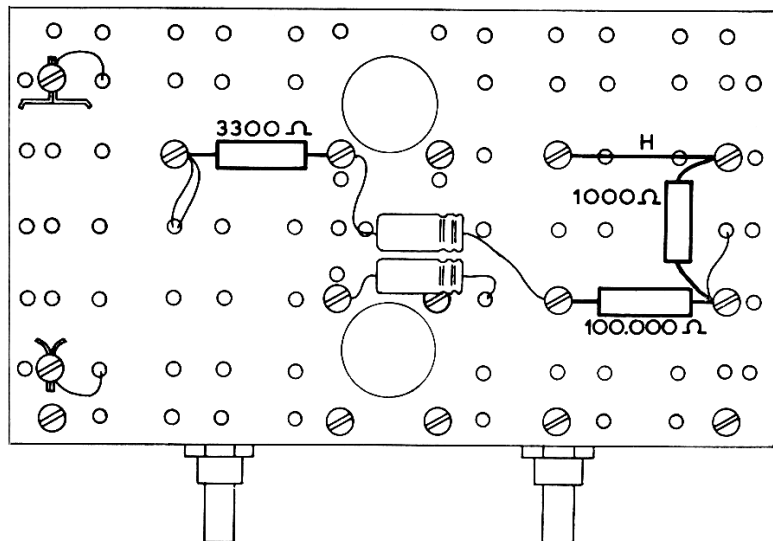

Fig. B18
10. Monteer de drie weerstanden, 3300, 1000 en 100.000 ohm, en vervolgens de blanke draad die gemerkt is met de letter H (fig. B18).